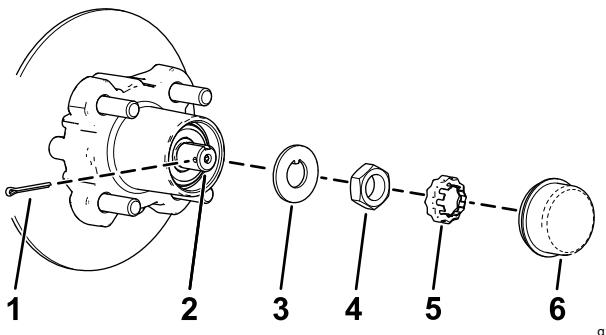
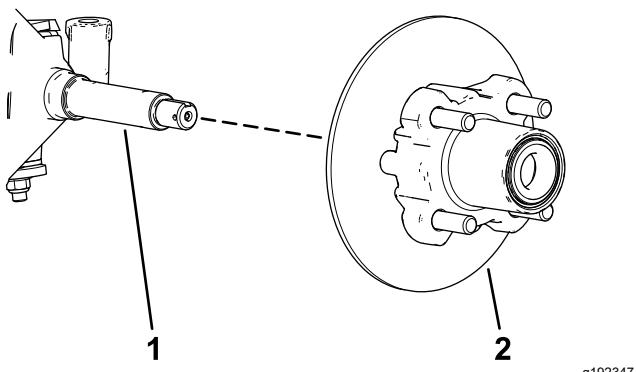

图 34
图 35
4. 从轮毂上卸下防尘盖 图 34。
5. 从主轴和主轴螺母上卸下开口销和螺母卡环 **图 34**。
6. 从主轴上卸下主轴螺母将轮毂和转子总成从主轴上分开 **图 34** 和 **图 35**。